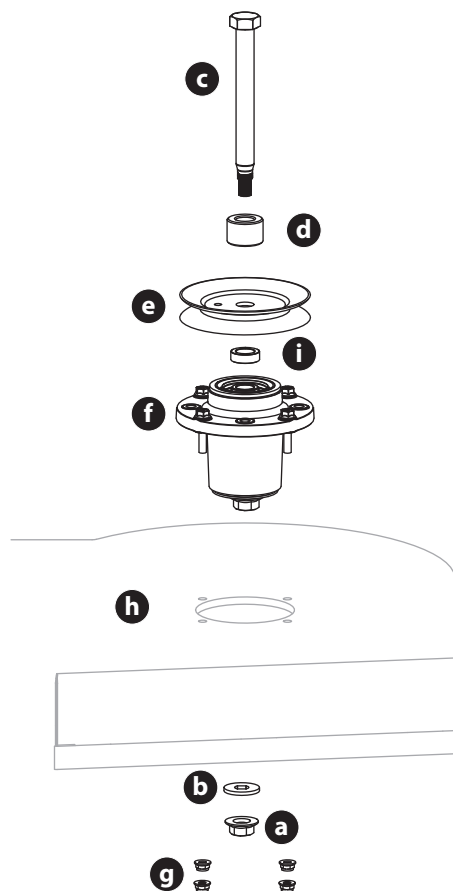

Fig. 48
- Pour retirer les ensembles de broches (Fig. 48) :
- Retirez les quatre (4) contre-écrous à collerette (g) qui retiennent les ensembles d'axe gauche et droit (f) à la coque du plateau (h).
- Inversez le processus pour installer l'ensemble de la broche. Lors de l'installation de la nouvelle broche, veillez à ce que la quincaillerie soit installée correctement (Fig. 48). Serrez les écrous de blocage de la bride de 13 à 20 pieds-livres (18 à 27 Nm).